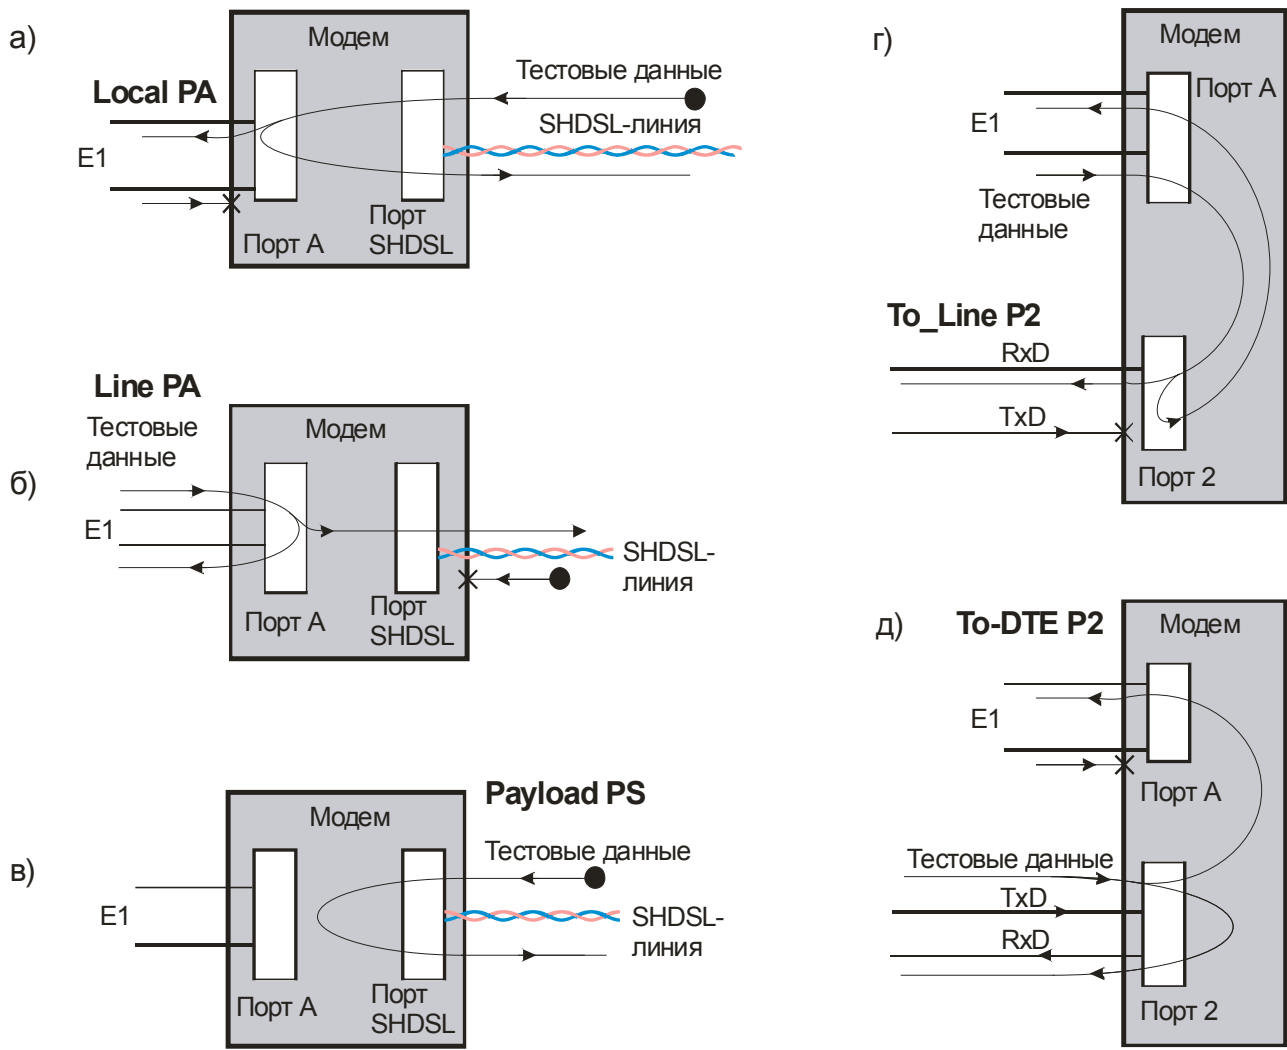

Рис. 11. Варианты построения петель возврата тестовых данных по направлению к их источникам
Конфигурации петель возврата тестовых данных по направлению к их источникам представлены на Рис. 11.
**Петля вида Local PA** (Рис. 11, а) возвращает тестовые данные, поступающие из линии SHDSL, в эту же линию. Тестовые данные передаются также в линию E1. Источник синхронизации (условно показан чёрной точкой) – синхросигнал, выделенный из входных тестовых данных.
**Петля вида Line PA** (Рис. 11, б) возвращает тестовые данные, поступающие из линии E1, в эту же линию. Тестовые данные передаются также в линию SHDSL. Источник синхронизации (условно показан чёрной точкой) – синхросигнал, выделенный из входных данных, поступающих из SHDSL-линии. Эти данные не используются модемом.
**Петля вида Payload PS** (Рис. 11, в) возвращает тестовые данные, поступающие из линии SHDSL, в эту же линию. Источник синхронизации (условно показан чёрной точкой) – синхросигнал, выделенный из входных тестовых данных..
**Петля вида To LINE P2** (Рис. 11, г) возвращает тестовые данные, поступающие из линии E1, в эту же линию. Точка возврата данных находится в порте 2. Тестовые данные в виде асинхронных посылок передаются также в линию RxD порта 2. Асинхронные данные, поступающие на вход порта 2 по линии TxD, игнорируются. Синхронизация передатчика порта А осуществляется от сигнала, принимаемого из порта SHDSL (на рисунке не показан).
**Петля вида To-DTE P2** (Рис. 11, д) возвращает тестовые данные, поступающие из линии TxD, в линию RxD. Тестовые данные передаются также в линию E1. Синхронизация передатчика порта А осуществляется от сигнала, принимаемого из порта SHDSL (на рисунке не показан).